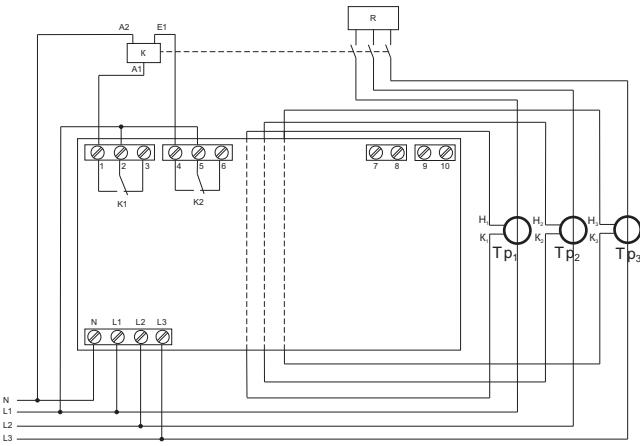

Рис.3 Схема включения с контактором с электромагнитной защелкой
5.3 Режим работы с kontaktorами с электромагнитной защелкой (двухобмоточными kontaktорами). Реле K1 выдает импульс "START" на включение нагрузки, реле K2 импульс "STOP" на выключение (рис.3,4). Длительность импульса 5 сек. В этом режиме нет потребления мощности kontaktором от сети питания. На катушки подаются только кратковременные импульсы управления. Срок службы kontaktора ограничен только износостойкостью его kontaktов.